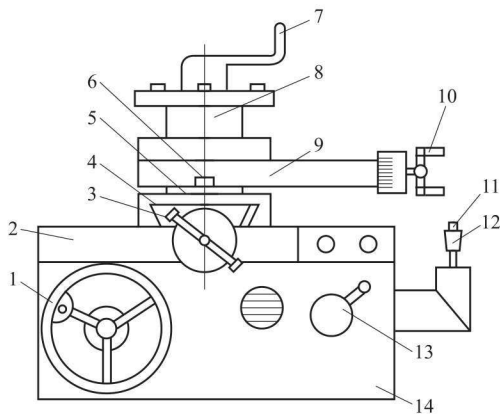

图 1-5 溜板箱结构
(2) 操作说明:
① 床鞍的纵向移动由溜板箱正面左侧的大手轮控制,当顺时针转动手轮时,床鞍向右运动;逆时针转动手轮时,床鞍向左运动。
② 中滑板手柄控制横向移动和横向进刀量。当顺时针转动手柄时,中滑板向远离操作者的方向移动(即横向进刀);逆时针转动手柄时,中滑板向靠近操作者的方向移动(即横向退刀)。
③ 小滑板可做短距离的纵向移动。小滑板手柄顺时针转动,小滑板向左移动;逆时针转动小滑板手柄,小滑板向右移动,如图1-5所示。